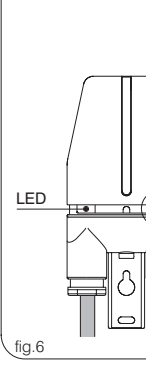

fig. 6
- «Possibilidade de efectuar a regulação do grau de sensibilidade da luz com o aparelho sobre carga e em máxima segurança, levando o interruptor crepuscular para posição de regulação (fig. 6).
- Colocar a calota (fig.5) e premir até encaixar nos parafusos; trimmer de regulação e led de sinalização e respectiva entrada ficam visíveis (fig.6), os terminais do circuito e os bornes da base ficam em contacto.
- Efectuar a regulação (de 2 a 200 LUX) agindo sobre o trimmer (fig.6) o acendimento do led assinala o correcto funcionamento da sonda.